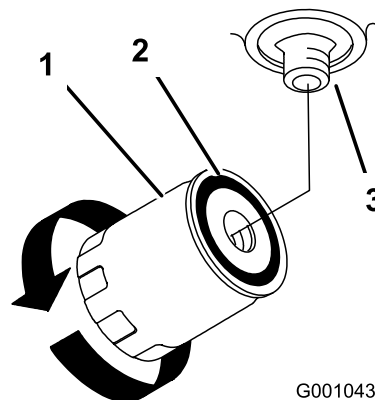

Figura 86
7. Aplique una capa fina a la junta de goma del filtro nuevo (Figura 86).